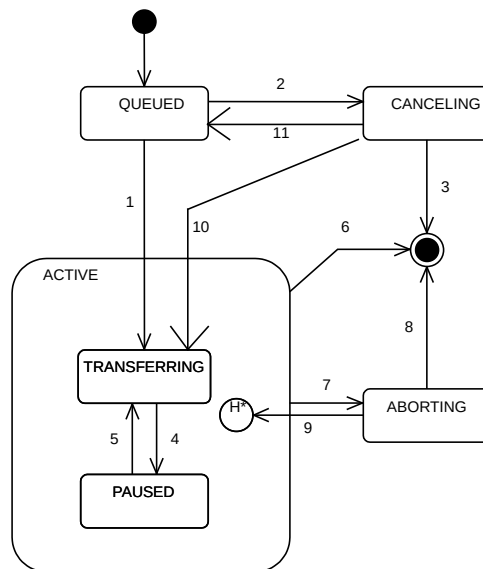

図 4
8.3.2.1 トランスファー (TRANSFER) コマンド状態モデルは図 4 でストッカーSEM 準拠の装置に対して詳しく示されている。